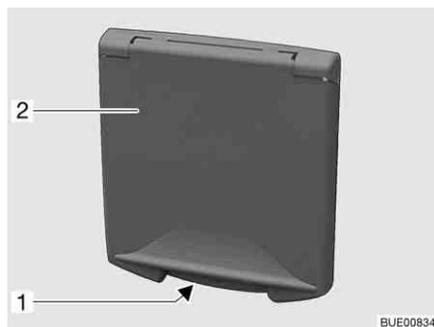

Bild 51 Druckschloss Serviceklappe
- Schlüssel in Schließzylinder des abschließbaren Druckschlusses (Bild 51,1) stecken und eine viertel Umdrehung drehen. Das Druckschloss ist entriegelt.
- Schlüssel in Schließzylinder des abschließbaren Druckschlusses (Bild 51,1) stecken und eine viertel Umdrehung drehen. Das Druckschloss ist verriegelt.